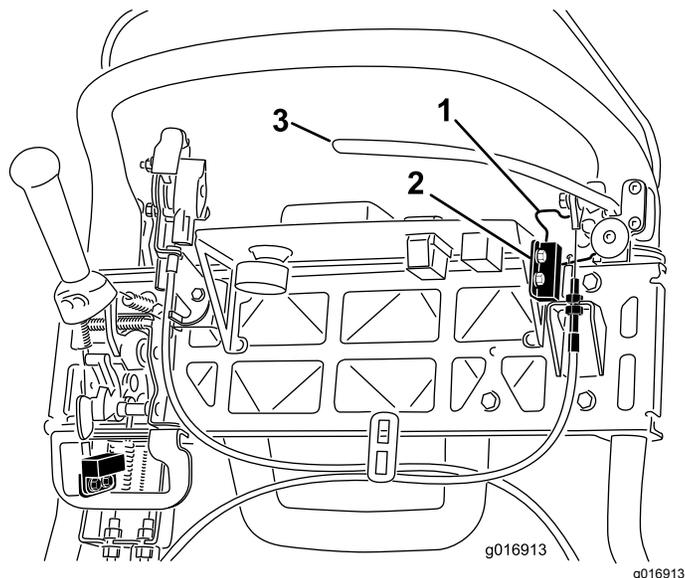

Figura 42
4. Desaperte as juntas de montagem do interruptor de segurança (Figura 42).
5. Coloque um calço de 1,6 mm entre o bloqueio do travão de estacionamento e o interruptor de segurança (Figura 42).